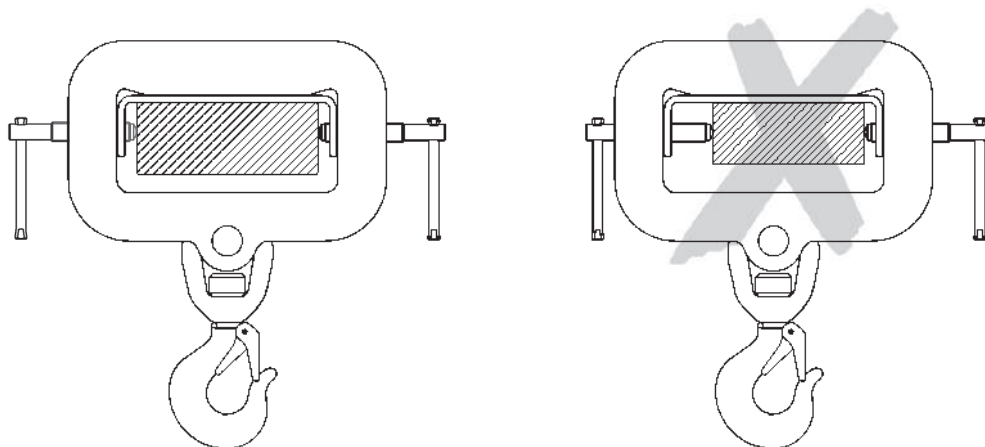

Fig. 2
- La charge soulevée doit être fixée sur la fourche de manière telle que les deux broches (goupilles) de serrage soient tournées en même temps dans le châssis des fourches. Il faut s'assurer que le crochet à émerillon se trouve en position centrale sous la section transversale de la fourche (Fig. 2).
Après avoir retiré les deux tiges de serrage, glisser le crochet aussi loin que possible sur la fourche. Resserrer en même temps les tiges sur l'appareil de levage (Fig. 2).